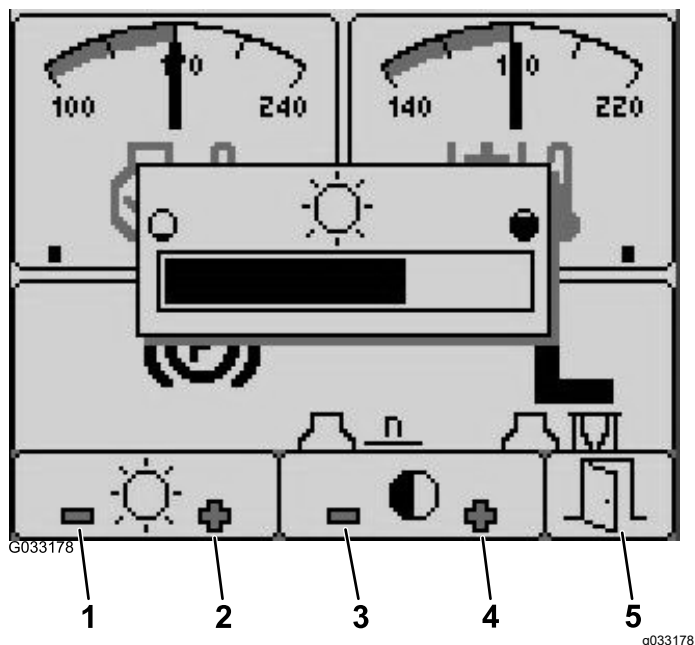

Figura 19
8. Uscite dal menu selezionando il pulsante Esci (porta) (Figura 18 o Figura 19).
1. Dalla schermata di avvio, premete il pulsante 5 per accedere alla barra del menu pop-up di luminosità/contrasto (Figura 19).
2. Premete il pulsante 1 per diminuire la luminosità, il pulsante 2 per aumentare la luminosità, il pulsante 3 per diminuire il contrasto e il pulsante 4 per aumentare il contrasto (Figura 19).
3. Una volta impostata la luminosità/contrasto, premete il pulsante 5 per uscire (Figura 19).